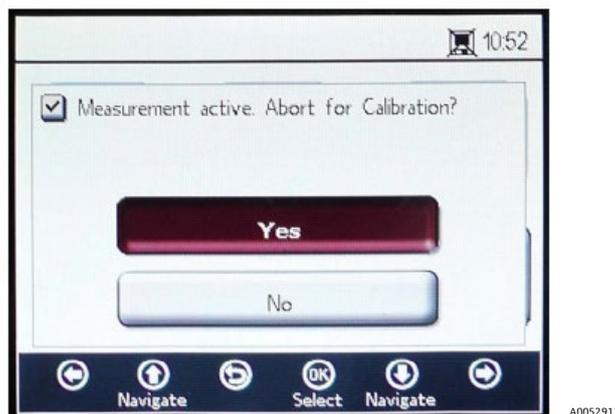

Figure 58. Fenêtre de message – Arrêter les mesures pour l'étalonnage
2. Cliquer sur **OK** pour effectuer une vérification des tests de précision relative (RATA). Une fenêtre de message s'ouvre alors avec la question suivante : "Measurement Active. Abort for calibration?" ("Mesure active. Abandonner pour l'étalonnage?") Voir la figure 58.